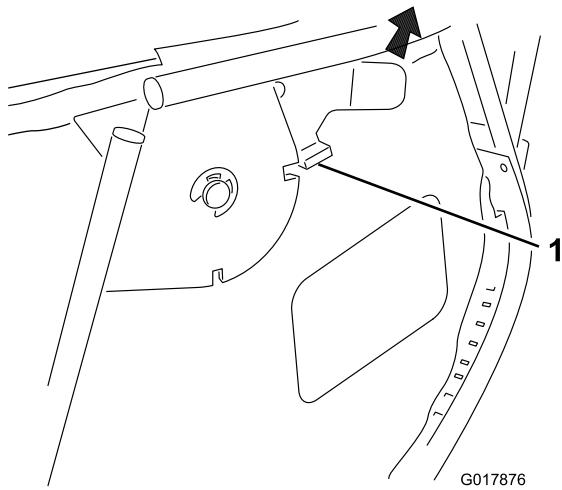

Figura 15
- Abra el cierre de bloqueo (Figura 15).